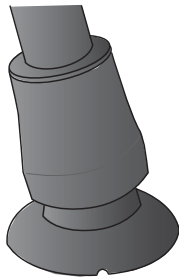

図 4-3
- 先ゴムが首のように曲がって、接地面の角度が柔軟に変化するものは、杖を斜めにつく人には適しています。(図 4-3)